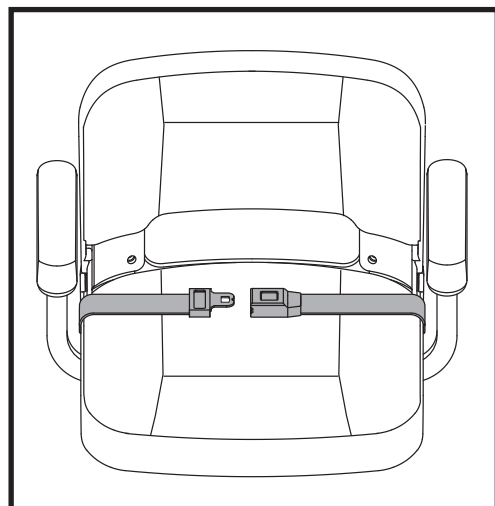

Figure 33. Ceinture de positionnement
Votre Travel Scooter peut être équipé d'une ceinture de positionnement de type automobile réglable pour votre confort. **Voir la figure 33.** La ceinture de positionnement est conçue pour supporter et empêcher le conducteur de glisser ou d'avancer sur le siège. La ceinture de positionnement n'est pas une ceinture de sécurité.
1. Insérez l'onglet de la ceinture côté droit dans la boucle de ceinture côté gauche jusqu'à ce que vous entendiez le "clic". **Voir la figure 33.**